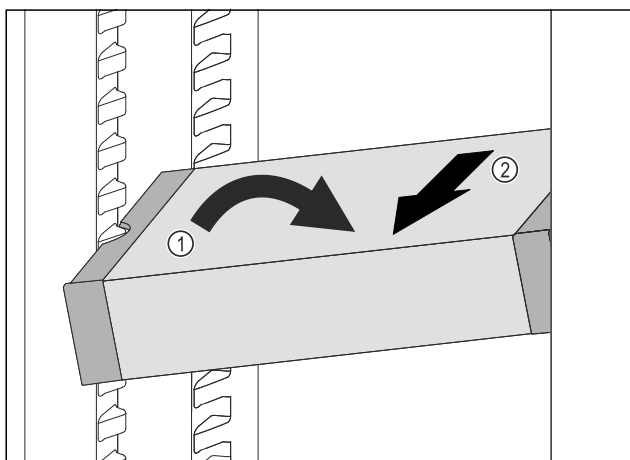

Fig. 112
- ▶ Наклонете VarioSafe в хладилната част. *Fig. 112 (1)*
- ▶ Извадете VarioSafe напред. *Fig. 112 (2)*